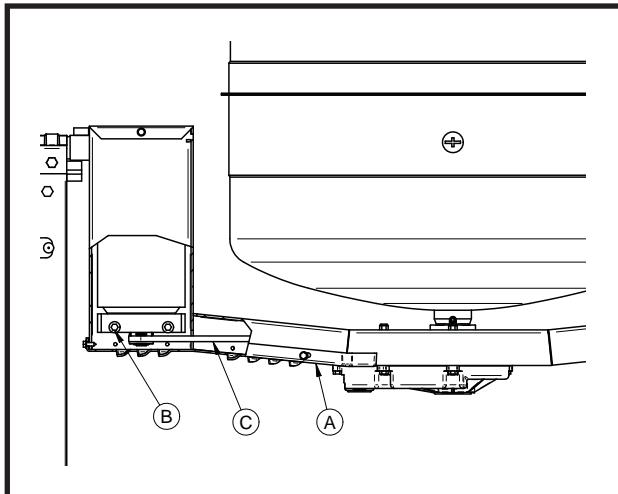
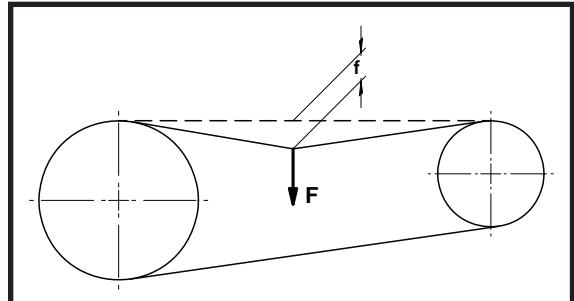

FIG. 8
FIG. 9
2. Extraer la protección de la correa (ref.A, fig.8) destornillando los tornillos que la bloquean.
3. Aflojar los 4 tornillos (ref.B, fig.8) que bloquean el soporte del motor eléctrico y tensar la correa (ref.C, fig.8) por medio de dicho soporte: si la tensión de la correa es correcta, aplicando una fuerza de $F=0.6\text{ Kg}$ aproximadamente en el centro del tramo libre de la correa, la flecha deberá indicar $f=5\text{ mm}$ aproximadamente (fig.9).
4. Al final del tensado atornillar los 4 tornillos (ref.B, fig.8).
5. Volver a montar la protección de la correa (ref.A, fig.8) con los respectivos tornillos.
3. Aflojar los 4 tornillos (ref.B, fig.8) que bloquean el soporte del motor eléctrico y aflojar la correa (ref.C, fig.8) por medio de dicho soporte hasta hacerla salir de las poleas del motor eléctrico y del reductor.
correa es correcta, aplicando una fuerza de $F=0.6\text{ Kg}$ aproximadamente en el centro del tramo libre de la correa, la flecha deberá indicar $f=5\text{ mm}$ aproximadamente (fig.9).
6. Al final del tensado atornillar los 4 tornillos (ref.B, fig.8).
7. Volver a montar la protección de la correa (ref.A, fig.8) con los respectivos tornillos.